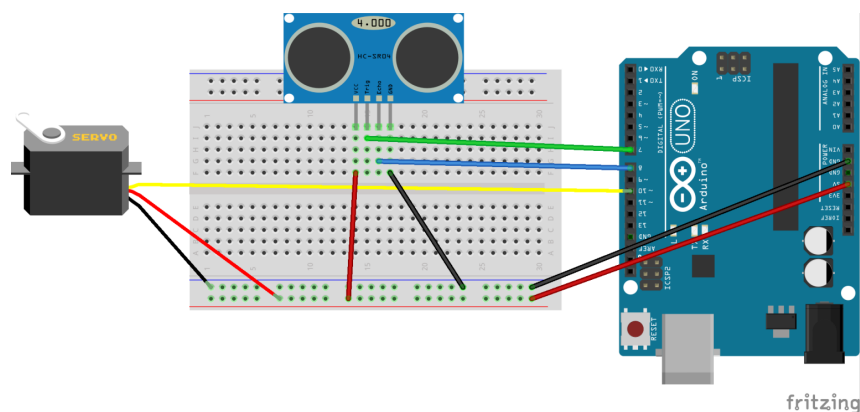

図 7.2.3：演習 7.2.1 のブレッドボード図例
3. 図 7.2.3 の回路をブレッドボードに組む (Arduino と PC はまだ接続しない)